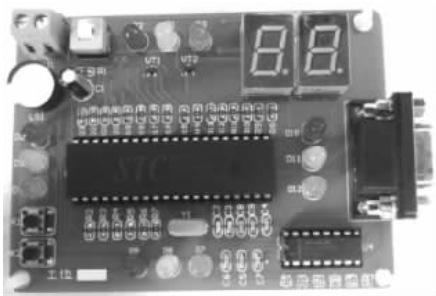

图 1.1 单片机智能交通灯系统实例
(1) 单片机智能交通灯实例。城市智能交通系统中,路口信号灯控制子系统是现代城市交通监控指挥系统中重要的组成部分,在各种交通监控体系中是一个必不可少的单元。如果能研制一种稳定、高效的灯控系统模块,挂接于各种智能交通控制系统下作为下位机,根据上位机的控制要求或命令,方便、灵活地控制交通灯,无疑是有意义的。传统的交通信号灯控制系统电路复杂、体积大、成本高,然而采用模块化的单片机系统控制交通信号,不仅可以简化电路结构、降低成本、减小体积,而且控制能力强,配置灵活,易于扩展;能够根据上位机对交通流量进行监测而得出控制命令,方便、高效地设定路口交通灯运行模式。新型交通灯单片机控制系统通过程序编程,可实现很强的控制能力,并且安装灵活,设置方便,其模块化、结构化的设计使其具有良好的可扩展性。交通灯控制子系统是智能交通系统中的重要组成部分。可以选择一种微处理器作为核心芯片,设计一种通用化、可独立挂接的交通灯控制模块。图1.1所示是单片机智能交通灯系统的一个实例图。可以看到,该系统的硬件电路围绕STC89C52RC搭建,由单片机的I/O口给出控制信号,驱动交通灯运行。